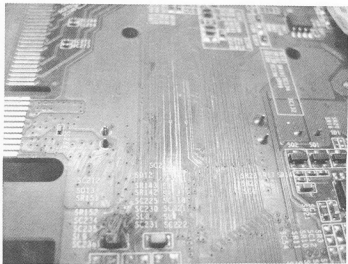

图 5-51 PCB 有腐蚀
(10) 用此可以怀疑是 GPU 到 08 门的输入端间有断路了, 将 PCB 刮开, 果然发现有轻微的断线, 如图 5-51 所示。
故障分析：客户送修一个七彩虹 5200 显卡（见图 5-51），说是“花屏”。